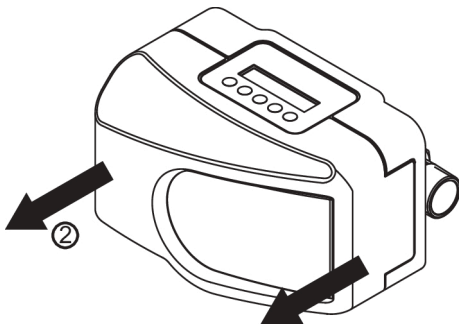

Abb. 6: Verkleidung nach vorne abnehmen
2. Verkleidung nach vorne abnehmen (siehe Abbildung 6).